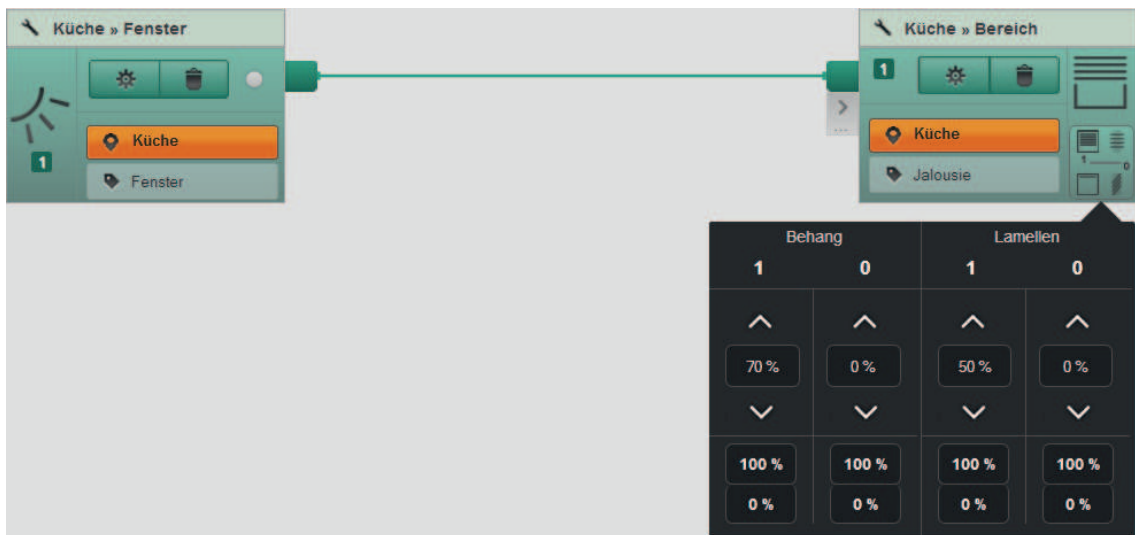

Bild 60: Akteurwerte für Aufruf und Aufheben der Schwellwertszene zuweisen - Beispiel Sonnenschutz
- Akteurwerte für Aufruf und Aufheben der Szene einstellen. Dazu auf die Erweiterung der Gerätekachel des Aktors klicken und Werte für Aufruf **1** und Aufheben **0** der Szene einstellen (Bild 60).